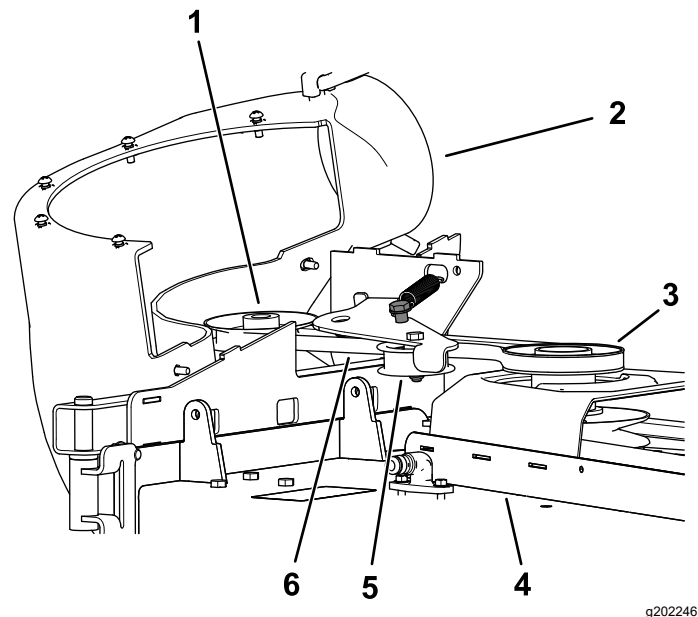

Figure 36
2. Tirez sur la poulie de tension rappelée par ressort pour détendre la courroie (Figure 36).
6. Faites passer la courroie neuve autour des poulies de ventilateur (Figure 36).
8. Faites passer la courroie neuve autour de la poulie du plateau de coupe (Figure 36).
9. Tirez la poulie de tension rappelée par ressort en arrière et chaussez la courroie dessus (Figure 36).